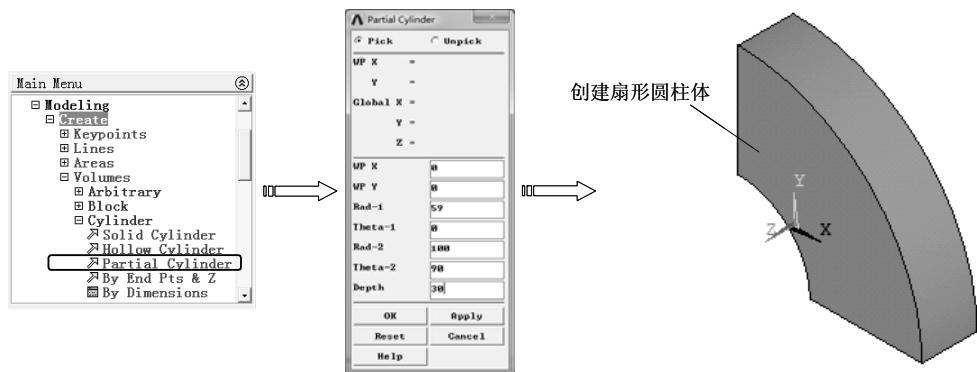

图 9-97 创建扇形圆柱体
1)选择“Main Menu>Preprocessor>Modeling>Create>Volumes>Cylinder>Partial Cylinder”命令,弹出“Partial Cylinder”对话框,在“WP X”和“WP Y”文本框中输入底面中心 X、Y 坐标 (0, 0),在“Rad-1”和“Rad-2”文本框中分别输入圆柱的内、外半径为 59 和 100,在“Theta-1”和“Theta-2”文本框中输入圆柱截面的起止角度 0 和 90,在“Depth”文本框中输入高度 30,单击“OK”按钮创建扇形圆柱体,如图 9-97 所示。